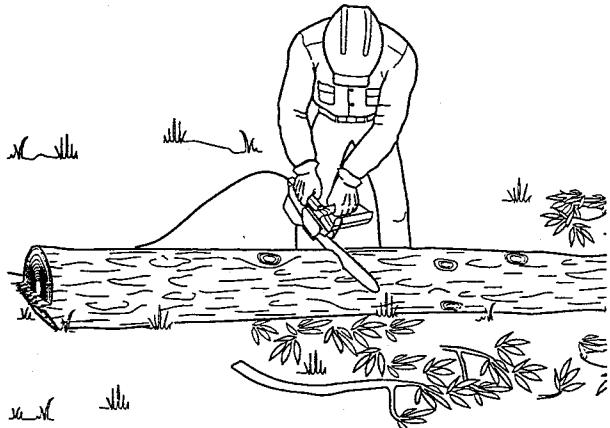

Рис. 15. Раскряжевка бревна, лежащего на земле
- Пилите бревно сверху (рис. 15).